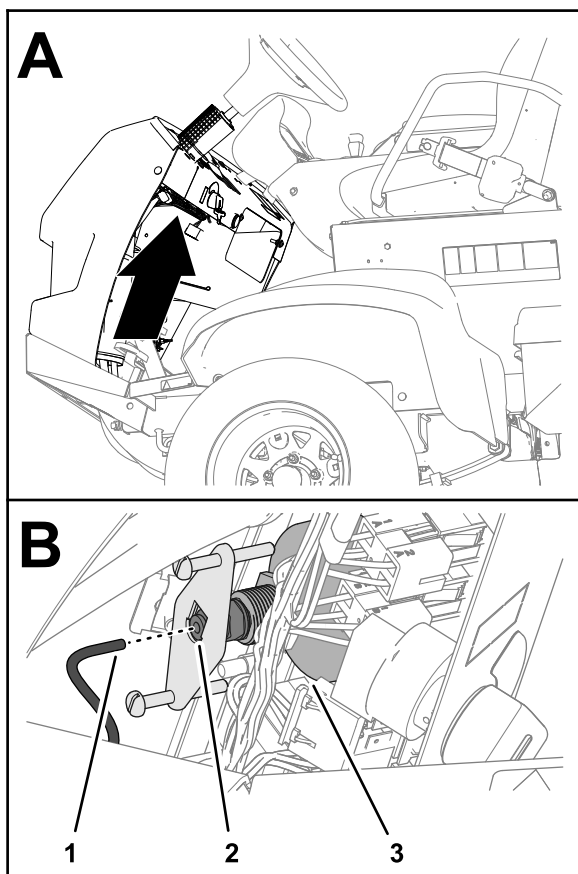

図 132
5. 水圧計の後ろについているチューブを外して、チューブの端を容器に入れる **図 132**。